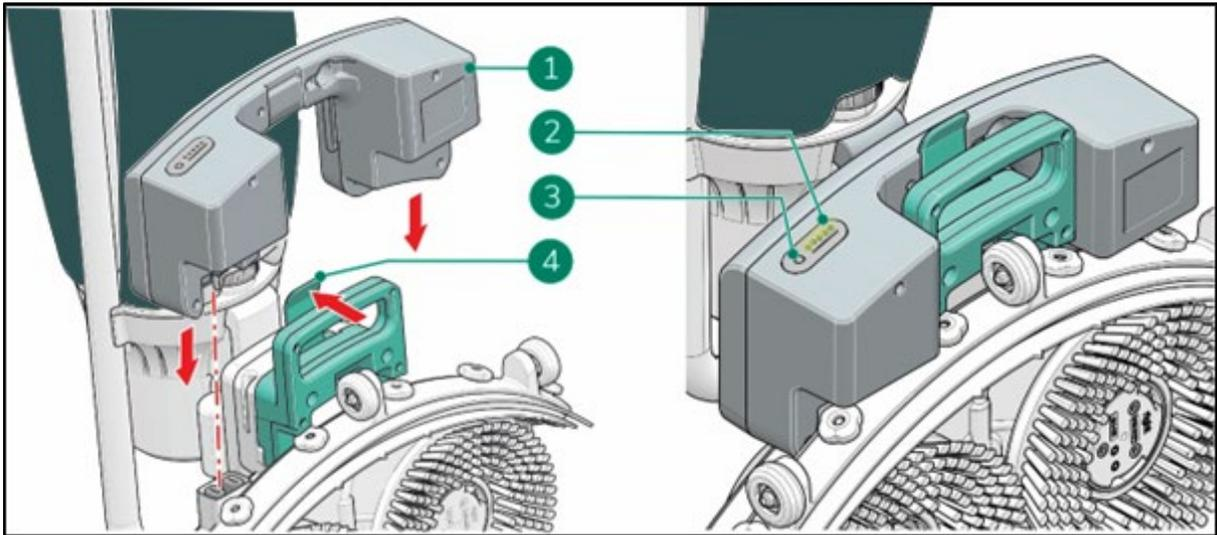

Figura 13
2. Empurrar a bateria (Figura 13, pos 1) na ranhura da bateria. Um clique indica que a bateria está bloqueada no lugar pelo clipe de retenção (Figura 13, pos 4).
3. Durante o funcionamento, é possível verificar a quantidade de energia restante (Figura 13, pos 2) premindo o indicador de alimentação (Figura 13, pos 3) na bateria.